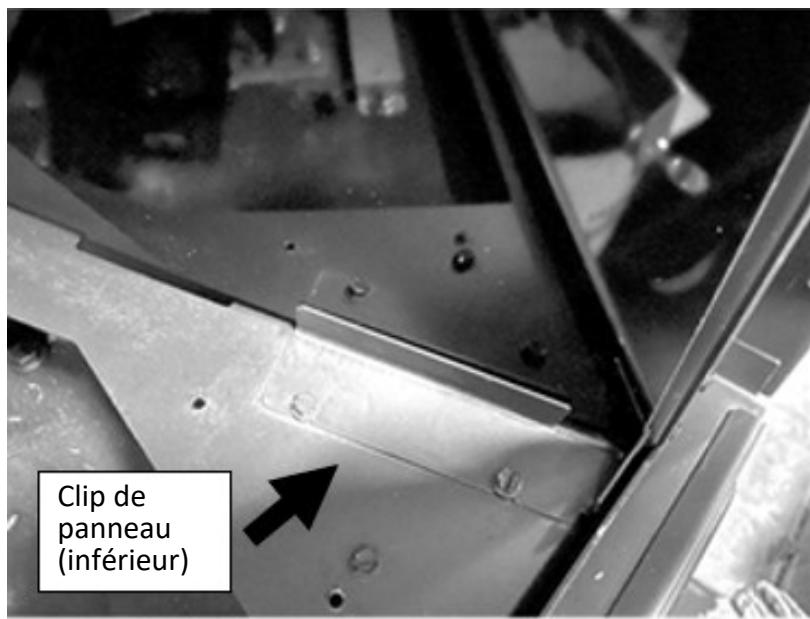

Figure 9.7 - Clip (inférieur) de panneau en verre noir
1. Retirez les (4) vis retenant les espaces de panneaux réfractaires inférieurs existants. Conservez les vis et jetez les espaces.
3. Installez chaque panneau latéral en insérant d'abord le haut du panneau pour le mettre en place. Glissez le bas du panneau jusqu'à ce qu'il soit bien appuyé contre le côté de la chambre de combustion. Fixez chaque panneau avec les clips de panneau inférieurs (fournis dans le kit) avec les (4) vis retirées précédemment (Figure 9.7).